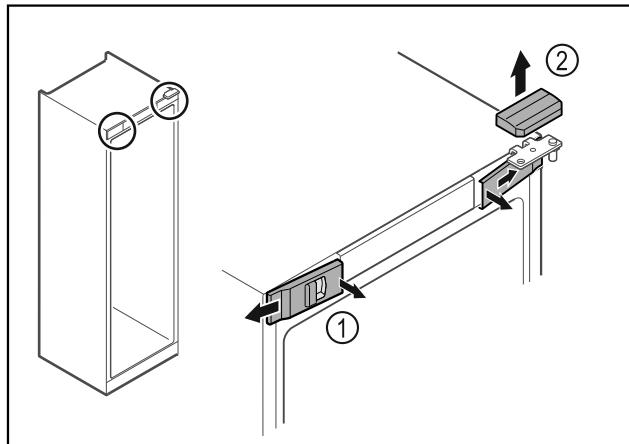

Fig. 12
- Звільніть передні кришки Fig. 12 (1) всередині від фіксатора та поверніть убік.
- Зніміть верхню кришку Fig. 12 (2) вгору.